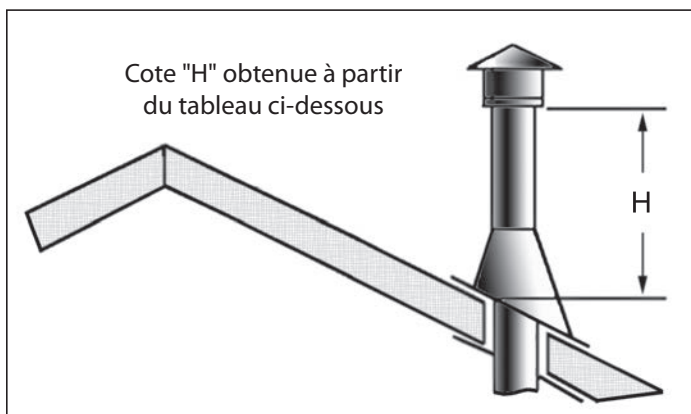

Figure 61: Hauteur de la terminaison verticale; se référer au Tableau 8.
- ÉTAPE 6.** Une fois que les sections de tuyau ont été assemblées et remontées par le trou dans le toit, passez une courroie coudée sur les sections exposées, pliez les courroies de support vers l'extérieur et abaissez la courroie coudée au niveau du toit, comme indiqué dans Figure 61. Serrez le collier autour de la section de tuyau. Utilisez un niveau pour vous assurer que le tuyau est vraiment vertical. Avec des clous à toiture, fixez les sangles de support au toit. Scellez les têtes des trous avec du mastic non durcissant. Coupez la longueur excédentaire des sangles de support qui dépassent du bord du solin.
- ÉTAPE 8.** Continuez d'ajouter des sections de tuyau jusqu'à ce que la hauteur du capuchon de ventilation respecte les exigences minimales du code. Reportez-vous à la Figure 61 et au Tableau 8. Notez que pour les pentes de toit raides, la hauteur de ventilation doit être augmentée. Par vent fort, les arbres à proximité, les lignes de toit adjacentes, les toits à forte pente et d'autres facteurs similaires peuvent entraîner un faible tirant d'eau ou un tirant d'eau inférieur. Dans ces cas, l'augmentation du niveau de ventilation peut résoudre le problème.
- ÉTAPE 9.** Glissez le collet de solin par-dessus le tuyau et poussez-le vers le haut du solin de toit, comme illustré à la Figure 61. Utilisez du mastic non durcissant autour du joint entre le tuyau et le collet de solin.
Tableau 8: Dimension minimale 'H' pour Figure 61.